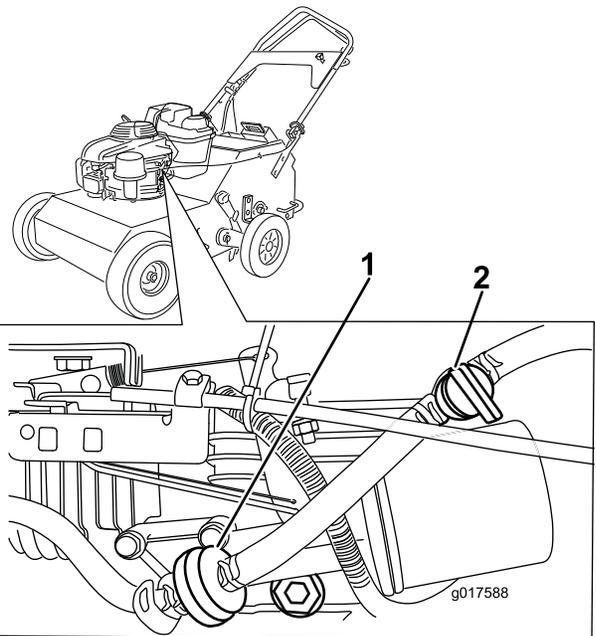

Рисунок 42
3. Закройте топливный кран (Рисунок 42).
4. Сожмите концы шланговых хомутов и отведите их от фильтра (Рисунок 42).
6. Подсоедините шланги к штуцерам нового фильтра (Рисунок 42).